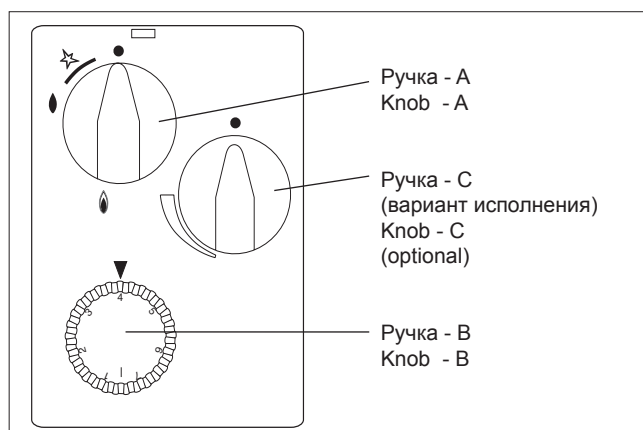

Рисунок 1 / Figure 1
- Ручка А (рисунок 1) для включения и выключения, зажигания и режима готовности к эксплуатации.
- Ручка В (рисунок 1) для регулирования температуры
- Knob A (Figure 1) for ON/OFF function, piezo activation and stand-by position.
- Knob B (Figure 1) for temperature selection.
- регулирование производится посредством ручки С (рисунок 1)
- setting with knob C (Figure 1)
- 1 Ручку **A** (рисунок 1) слегка повернуть налево в сторону позиции зажигания  до полной остановки, нажать на неё и держать в течение 5 секунд. (Течет только пусковой газ.)
Посредством поворачивания ручки **B** (рисунок 1) в сторону увеличения чисел установленная температура увеличивается и наоборот.
- 1 Turn knob **A** (Figure 1) slightly left towards the ignition position  until reaching stop, press down and hold for five seconds (only pilot gas flows).
Turn knob **B** (Figure 1) toward higher numbers to increase and toward lower numbers to decrease temperature.